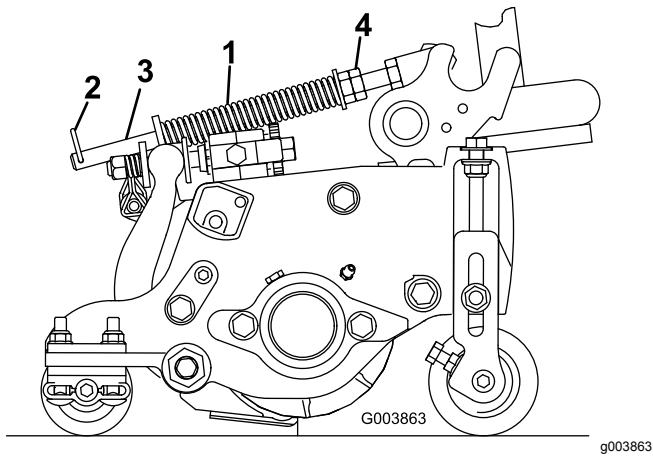

Bild 15
Die Rasenkompensierungsfeder (Bild 15) verlagert das Gewicht von der Front- zur Heckrolle. Dies reduziert ein Bobbing genanntes Wellenmuster auf der Grünfläche.
1. Stellen Sie sicher, dass der Splint in das hintere Loch in der Federstange eingesetzt ist (Bild 15).
2. Ziehen Sie die Sechskantmuttern vorne an der Federstange an, bis die komprimierte Länge der Feder 15,9 cm beträgt (Bild 15).